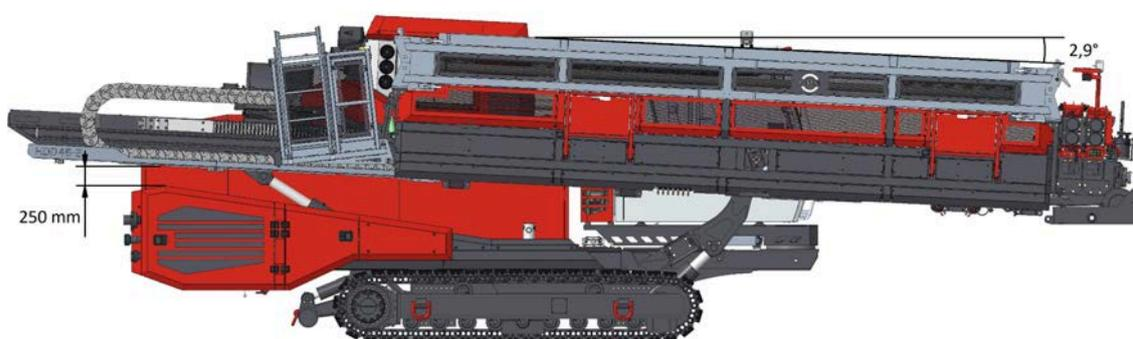
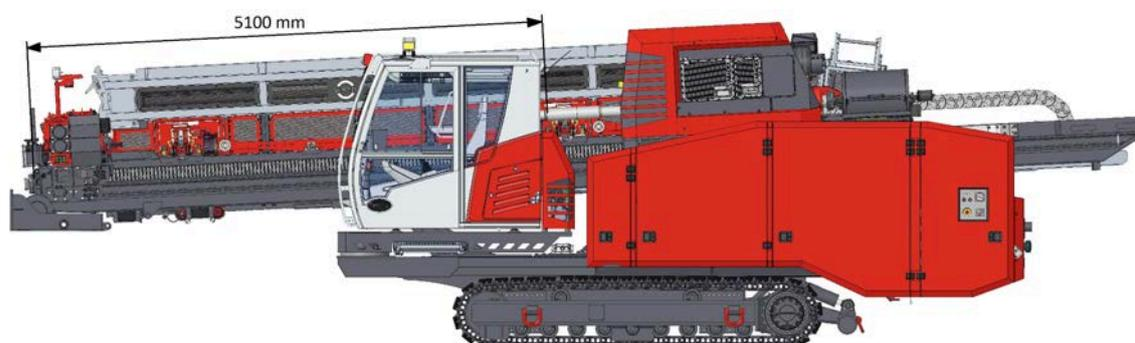

Abb. 7-8: Fahrposition
Abb. 7-9: Fahrposition
3. Verfahren Sie den Vorschubschlitten auf die Position 5,1 m (siehe *Abb. 7-9 Fahrposition Seite 95*). Die Position ist ablesbar auf der Betriebsseite am Panel (siehe *Kapitel Betrieb Seite 59*).
11. Bewegen Sie den Mast in Fahrposition (siehe *Abb. 7-8 Fahrposition Seite 95*):
6. Bewegen Sie den Mast in Fahrposition (siehe *Kapitel Fahrposition Seite 95, Abb. 7-8 Fahrposition Seite 95 und Abb. 7-9 Fahrposition Seite 95*).